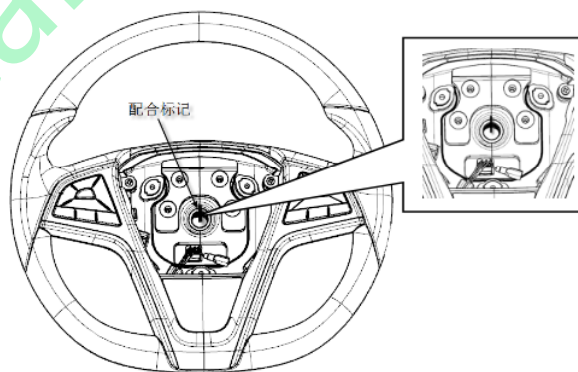

图 3-16
② 在转向盘总成和转向管柱及万向节总成上做好配合标记。如图 3-16 所示。